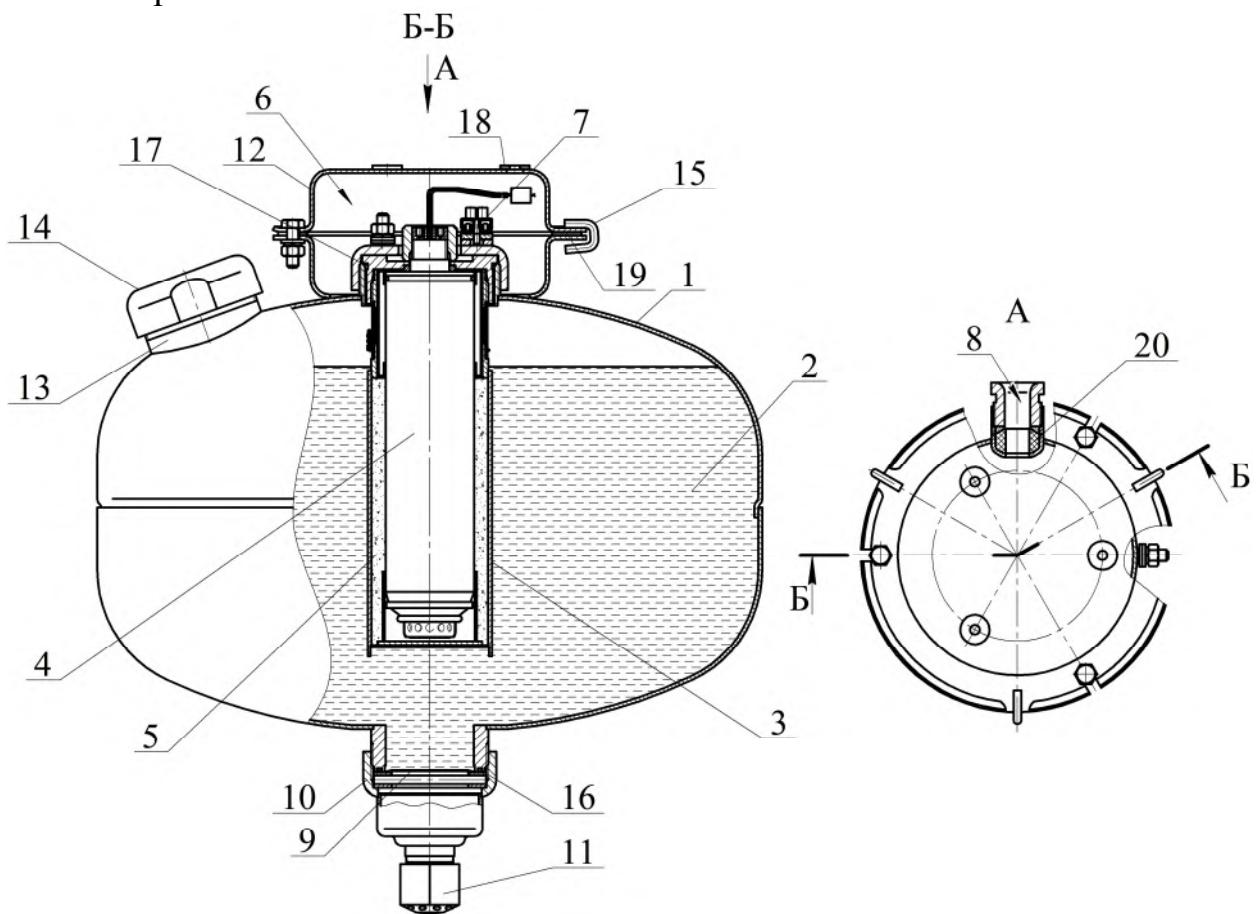

Рисунок 1
1.4.1.1 МУПТВ (см. рисунок 1) состоит из корпуса 1, заправленного жидким ОТВ 2, в котором размещено газогенерирующее устройство 3. В герметичный корпус газогенерирующего устройства со степенью защиты IP68 установлен ИХГ 4 с элементом электропусковым. Зазор между ИХГ корпусом газогенерирующего устройства заполнен пористым искрогасящим материалом 5. Соединительные провода элемента электропускового ИХГ выведены в коробку 6 через герметизированный узел в корпусе МУПТВ, обеспечивающий требуемую (не ниже IP67) степень защиты от внешних воздействий. Наружные концы проводов элемента электропускового (при монтаже по разделу 6 настоящего паспорта) присоединены к зажиму контактному винтовому 7, установленному в коробке 6 со степенью защиты IP65. Электрические зазоры и пути утечки между неизолированными токоведущими частями (контактных зажимов и проводников) составляют 1,6 мм. Монтажный кабель через кабельный ввод 8 входит в коробку 6 и подключается к зажиму контактному винтовому 7.
После подачи на выводы элемента электропускового импульса ИХГ 4 (см. рисунок 1) генерирует газ, который, проходя через пористый искрогасящий материал, создает давление внутри корпуса МУПТВ для вскрытия мембраны 9 и выпуска через насадок-распылитель 11 в зону горения тонкораспыленной струи ОТВ.
2.1.3 Закрепить кронштейн **12** (см. рисунок 1) на потолке. Координаты отверстий в кронштейне приведены на рисунке 5.
Залить в отверстие верхней горловины **13** (см. рисунок 1) воду (питьевую либо дистиллированную) (температура воды должна быть плюс (15...25) $^\circ\text{C}$ ) объемом  $11,8^{+0,2}$  дм3. Открыть упаковки с жидкими добавками к воде и залить их в отверстие верхней горловины **13**.
2.1.6.3 Полученный раствор ОТВ залить в отверстие верхней горловины **13** (см. рисунок 1). Для окончательного приготовления ОТВ открыть упаковки с жидкими добавками к воде и залить их в отверстие верхней горловины **13**.
2.1.8 На выпускную горловину гайки **10** (см. рисунок 1) накрутить до упора насадок-распылитель **11**.